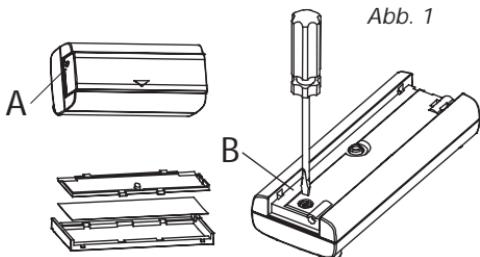

Abb. 1
Drücken Sie mit einem Kugelschreiber den in (A Abb. 1) abgebildeten Punkt und entfernen Sie das Namensschild. Sie können auch beide Hälften des Namensschilds auseinanderdrücken und die Karte beschriften. Lösen Sie die Klemmschraube (B) und entfernen Sie die Rückseite des Gehäuses.